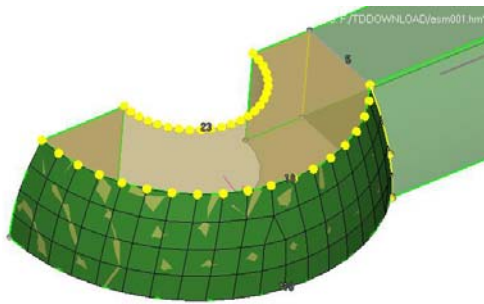

图 5-65 网格调整 2
(9) 左键单击图形区中最右边的环形实体带有面网格的边, 同样调整单元数目为如图 5-65 所示。